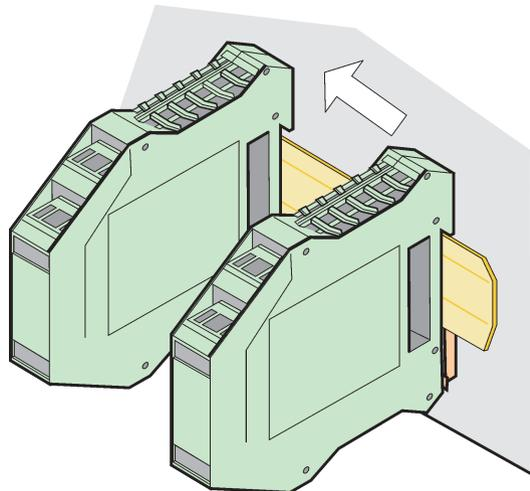

Figure 74 Fixation de plusieurs modules d'expansion
4. Pour plusieurs modules, installer les modules côte à côte sur les rails DIN et glisser les modules ensemble (Figure 74). De cette façon, les alimentations de réseau et d'énergie dans les modules sont reliées.